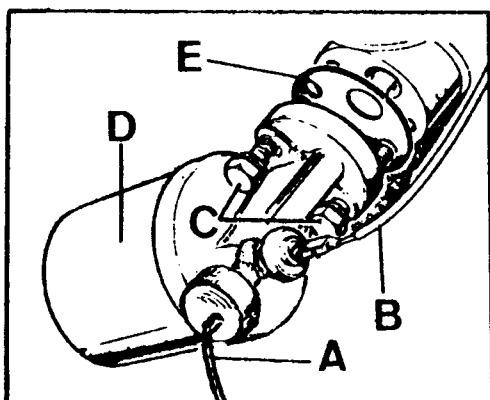

Fig. A1-37 Desmontaje del conjunto filtro exterior de aceite
- 1.2. Desconectar los cables del transmisor, A (Fig. A1-37) y el, B, del inte- = rruptor.
- 1.3. Desmontar los tornillos, C (Fig. A1-37) que fijan el conjunto, D, y extraer dicho conjunto, con la junta, E.
- 2.2. Tomar una junta nueva, E (Fig. A1-37), extender una capa de grasa sobre sus dos caras y situarla sobre la cara de acoplamiento en el bloque.
- 2.3. Fijar el conjunto, D (Fig. A1-37) con los tornillos, C y conectar los cables, A y B.